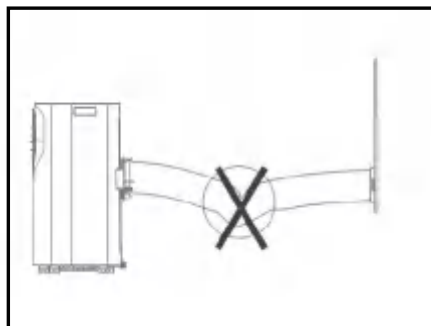

Fig. 9
- Evitare che il tubo rimanga piegato (Fig. 9).